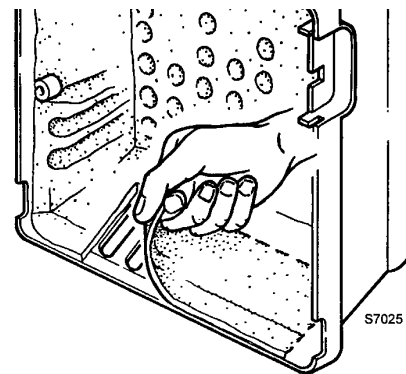

Рис. 10
- При установке головки на место, навинтите винты (9) до упора, но не затягивайте их; после этого затяните их с моментом затяжки 3-4 Н·м.
**А** Для того, чтобы обеспечить работу горелки свыше определённой мощности, в моделях 917М и 918М необходимо убрать звукоизолирующий материал, который уже имеет предварительные надрезы, упрощающие данную процедуру, чтобы освободить дополнительные щели в облицовке, необходимые для поступления воздуха. Смотри рисунок 10.